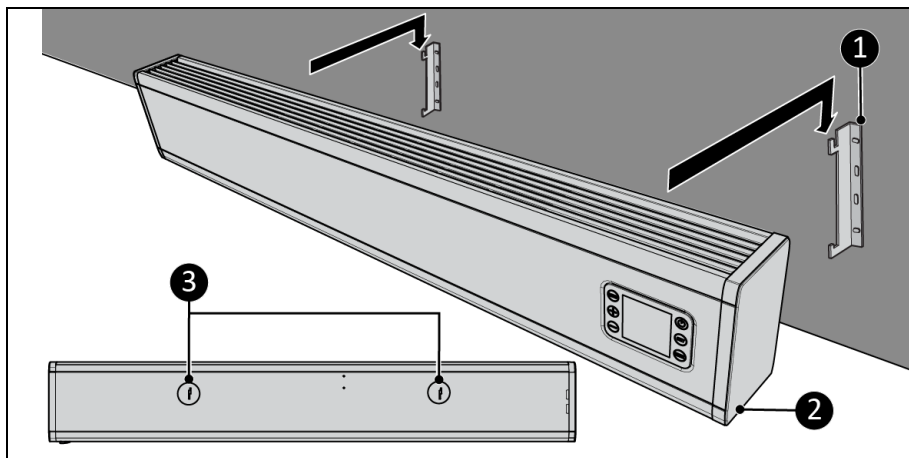

Figura 10
7. Așezați găurile suportului (Figura 10, poz. 3) peste suporturile de perete (Figura 10, poz. 1).
8. Lăsați dispozitivul (Figura 10, poz. 2) să cadă în orificiile suporturilor de perete (Figura 10, poz. 1).